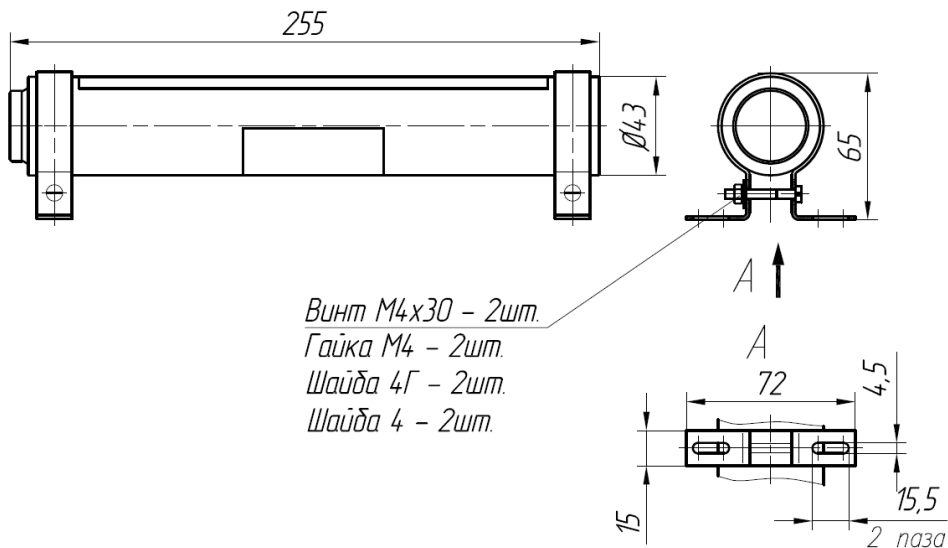

Рис. 2 Способ крепления ГОА.
4.1. Генератор размещается непосредственно на защищаемом объекте (в помещении, на транспортном средстве и т.д.) и монтируется на стене или вертикальной части конструкции объекта. Монтаж генератора производится с помощью кронштейна крепления (рис.2) При выборе расстояния между генератором и объектом тушения необходимо учитывать длины зон с повышенной температурой п. 11 раздела 2, но оно не должно превышать, по возможности, 3,0 м. Для монтажа сверлятся 2 отверстия диаметром 6 мм под пластмассовый дюбель 6 мм на глубину 40 мм в соответствии с размерами, указанными на рис.2. Кронштейн крепления закрепляется шурупами диаметром 4 мм и длиной 30мм. На металлических конструкциях кронштейн крепления закрепляется при помощи 2-х винтов М4х30, 2-х шайб пружинных 4 и 2-х гаек М4 через 2 паза 4,5 мм. (Метизы в комплект поставки не входят).
5.1.2. Генератор в рабочем положении крепится к потолку или стенке внутри защищаемого объекта при помощи 2-х кронштейнов (рис. 2),